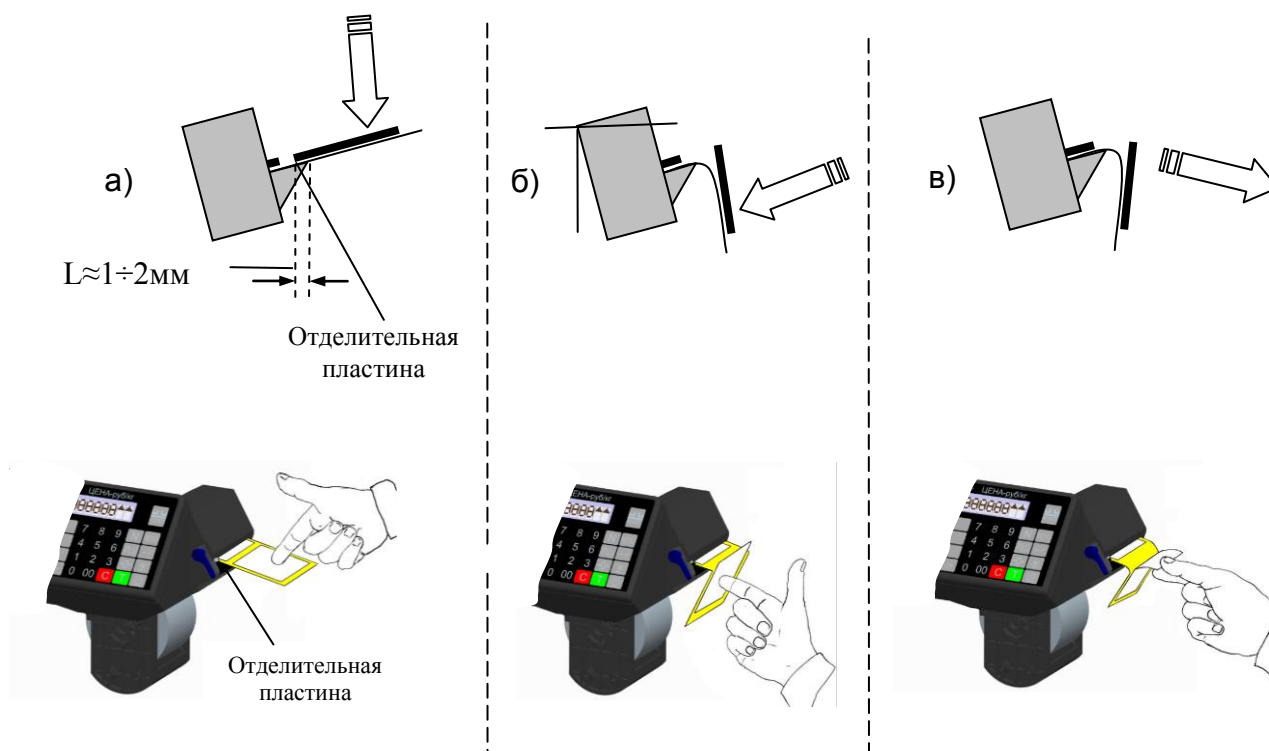

Рис. 7. Отделение этикетки
- после печати этикетка выйдет из принтера и остановится над отделительной пластиной (Рис. 7 а);
- Легким нажатием указательного пальца отклонить этикетку вниз вместе с лентой (Рис. 7 б), край этикетки отделится от ленты;
- снять этикетку с ленты, удерживая ее за верхний край большим и указательным пальцами (Рис. 7 в).
3 Если край этикетки не отделяется при нажатии или отделяемый край слишком мал, то необходимо откорректировать место остановки этикетки. Рекомендованное место остановки - когда край этикетки не доходит до конца отделительной пластины на 1-2 мм (см. Рис. 7 а). Порядок изменения места остановки этикетки описан в разделе 2.4.2.3. Первая этикетка после включения питания весов или после заправки рулона является контрольной и при печати выходит из принтера пустой.
Удобное отделение этикетки обеспечивается, когда расстояние L между концом этикетки и краем отделительной пластины после распечатки составляет 1-2 мм (Рис. 7 а). Изменение L достигается кнопками  и , при этом на печатающем устройстве заметно перемещение этикетки.